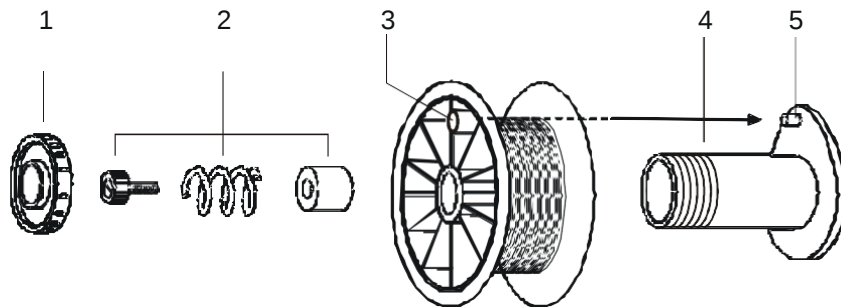

Fig.2
- Desenrosque a porca de fixação (1- Fig.2) para colocar o carretel de rosca (3- Fig.2) no suporte do carretel (4- Fig.2). Confirmar se o sistema de travagem (2- Fig.2) está operacional, com o parafuso do suporte do carretel (5- Fig.2) corretamente inserido no orifício do carretel (3- Fig.2). Depois que a bobina estiver no lugar, aperte a porca de fixação.
- O sistema de travagem da bobina deve então ser regulado apertando, se necessário, o parafuso de regulação (2- Fig.2) até que a bobina pare sem deslizar simultaneamente com o motor de engrenagens.